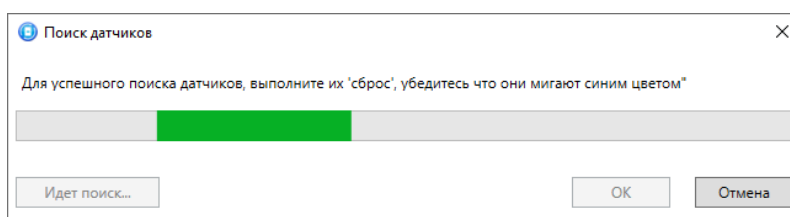

Рисунок 4.44 — Поиск радиоустройства
3. После нажатия кнопки **ОК** начнется поиск радиоустройства контроллером (см. рисунок 4.44). Чтобы устройство было найдено контроллером, его следует перевести в режим связывания.
После регистрации радиоустройства будут отображены на вкладке *Датчики* (см. рисунок 4.44).